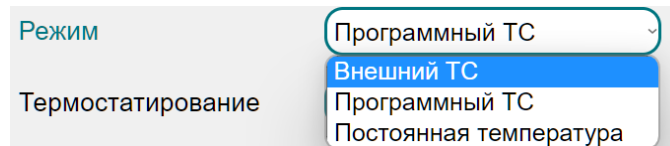

Рисунок 12
- параметр *Режим* - режим работы Устройства, выбрав один из трех режимов (рис. 12):